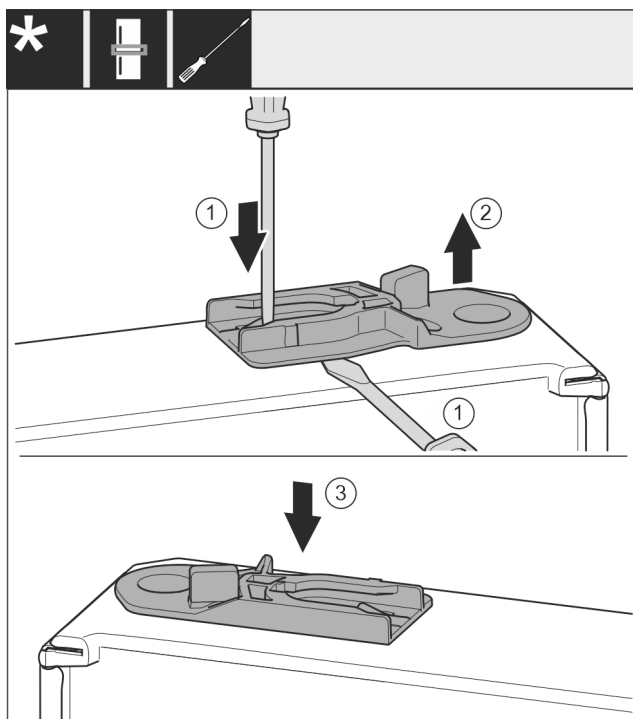

Fig. 40
- Vytáhněte vodící pouzdro: Stiskněte jazyček Fig. 40 (1) šroubovákem a současně plochým šroubovákem zajedte pod vodící pouzdro Fig. 40 (2).
- Vodící pouzdro Fig. 40 (3) přiložené v příslušenství zasuňte na druhé straně pláště.